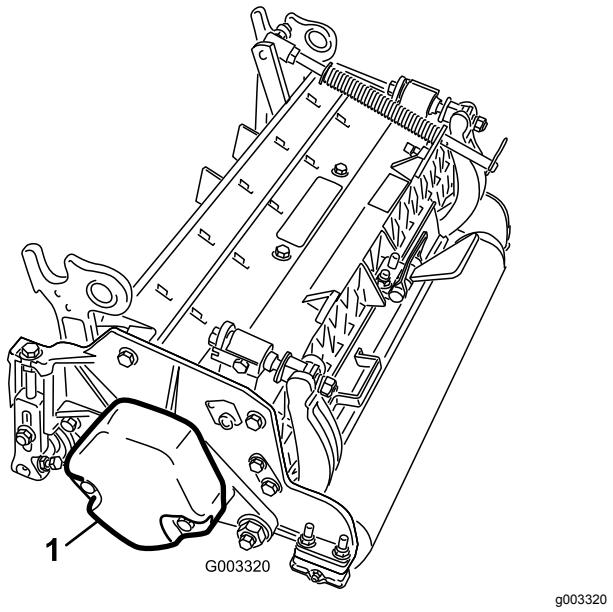

Figura 3
4. Asegúrese de que el contrapeso (Figura 3) está instalado en el extremo correcto de cada unidad de corte, según lo indicado en el *Manual del operador* de las unidades de corte.